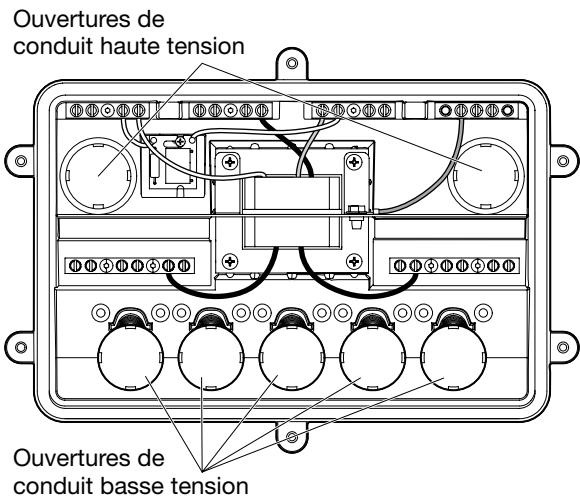

FIG. 3. Ouvertures de conduit du boîtier de raccordement avec transformateur
3. Reliez les conduits non métalliques haute et basse tension au boîtier de raccordement avec transformateur. Voir FIG. 3 pour connaître l'emplacement des ouvertures de conduit.